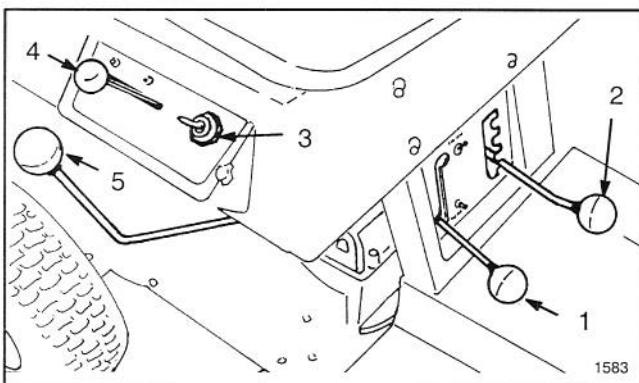

Abbildung 5
Gangschaltung (Abb. 5)—Das Getriebe hat fünf Vorwärtsgänge, Leerlauf und Rückwärtsgang. Der Schalthebel befindet sich rechts vom Fahrer. Ein Sperrschalter, der Motorstart bei eingelegtem Gang verhindert, ist oben am Getriebe montiert.
Schnittmesserkontrollhebel (Abb. 5)—Mit dem Schnittmesserkontrollhebel wird das Schnittmesser ein- und ausgerastet. Ein Sperrschalter verhindert Motorstart, wenn der Hebel auf EINGERASTETER Position steht. Der Motor springt nur an, wenn der Hebel auf AUSGERASTETER Position steht.
Gashebel (Abb. 5)—Mit dem Gashebel werden Gasregler und Choke am Vergaser betätigt. Der Hebel hat drei Stellungen: LANGSAM, SCHNELL und CHOKE.
Schnitthöheneinstellung (Abb. 5)—Mit dem Schnitthöhenhebel kann die Schnitthöhe in fünf Abstufungen von ca. 1-1/2 bis 3-1/2 Inch eingestellt werden.
Zündschalter (Abb. 5)—Der Schalter hat drei Stellungen: ON, OFF und START.
2. Die Gangschaltung auf Neutralposition und den Schnittmesserkontrollhebel auf **AUSRAST-Sperre** stellen (Abb. 5).
3. Den Gashebel auf CHOKE-Position stellen (Abb. 5), wenn ein kalter Motor gestartet wird. Bei einem warmen Motor braucht der Choke nicht betätigt zu werden. Den Gashebel zum Start auf Position FAST stellen.
4. Den Zündschlüssel (Abb. 5) auf Position START drehen. Wenn der Motor startet, den Schlüssel loslassen und den Gashebel zwischen FAST und SLOW stellen, wenn der Choke zum Start verwendet wurde. Den Mäher für optimale Leistung mit dem Gashebel auf Position FAST (Vollgas) betreiben.
1. Den Schnittmesserkontrollhebel auf AUSRÄST-Sperre stellen (Abb. 5).
2. Den Schnithöhenkontrollhebel (Abb. 5) auf die gewünschte Position stellen.